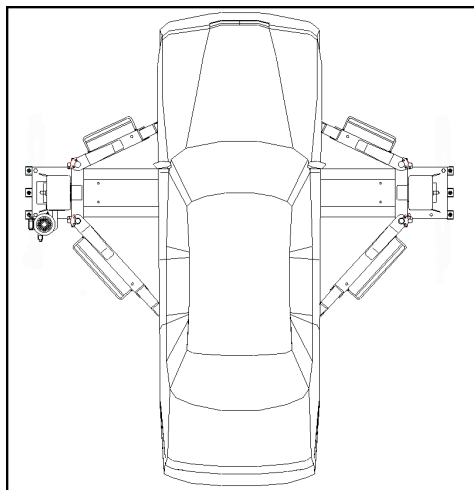

Рис. 12 Правильний розподіл ваги автомобіля
Необхідно встановити автомобіль на підйомнику таким чином, щоб його вага була правильно розподілена на лапах (рис.12). Для безпеки підйомника і співробітника слід пам'ятати:
- ◆ Автомобіль правильно розташований на підйомнику (рис.12)